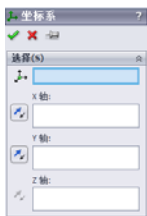

图 6-2 [坐标系] 属性管理器
3. 在 X、Y、Z 轴的显示框中单击, 然后选定以下实体作为所选轴的方向, 此时所选的项目在对应的方框中显示, 如图 6-2 所示。